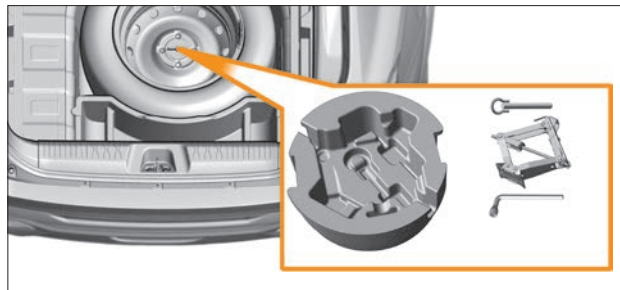

Рис. 6.8.2. Органайзер с инструментом
3. Достаньте из ниши багажного отделения органайзер с инструментом (рис. 6.8.2), а затем, открутив винт **1** (рис. 6.8.3), запасное колесо.